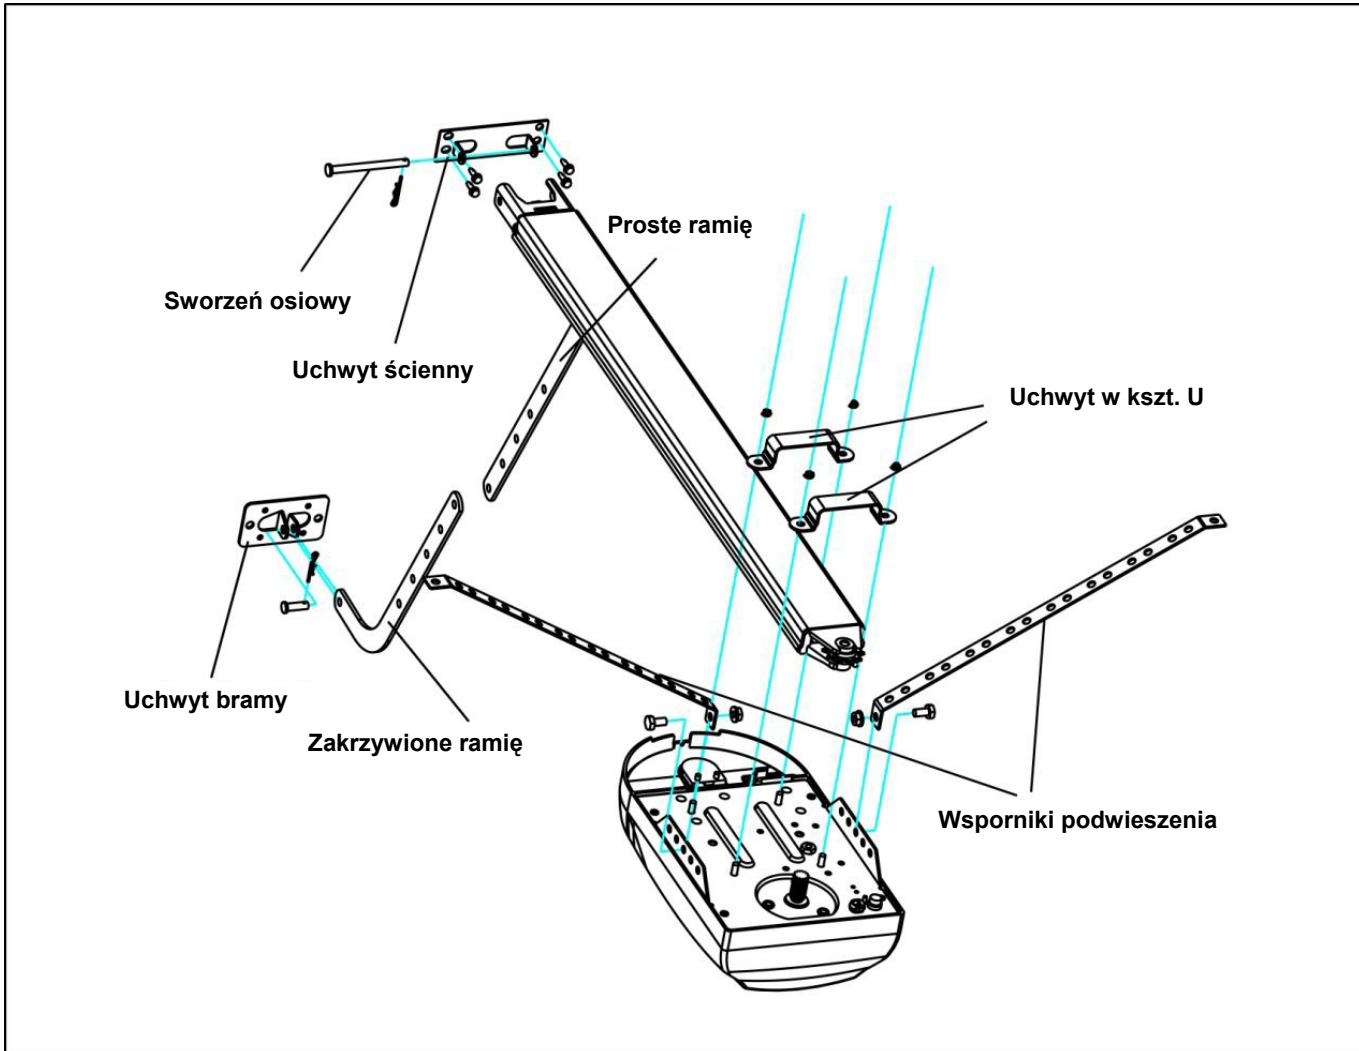

FIG. 4
2. Zamocować prowadnicę stalową do uchwytu ściennego poprzez sworzeń osiowy. (Fig. 4)